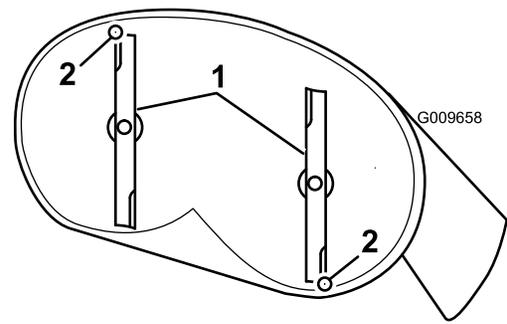
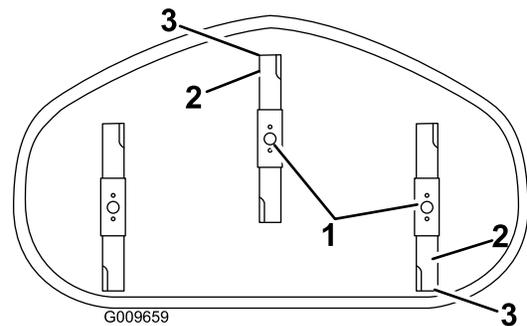

Figure 61
Figure 62
4. Faites pivoter les lames avec précaution pour faire passer les pointes avant à l'arrière (Figure 61 et Figure 62).
5. Mesurez la distance entre la pointe de la lame avant et la pointe de la lame arrière par rapport à la surface plane (Figure 61 et Figure 62).
d'ajuster l'écrou jusqu'à ce que la pointe avant de la lame soit de 1,6 à 8 mm (1/16 à 5/16 po) plus bas que la pointe arrière (Figure 61 et Figure 62).
- A. Desserrez l'écrou de réglage sur la tige de réglage gauche (Figure 62).